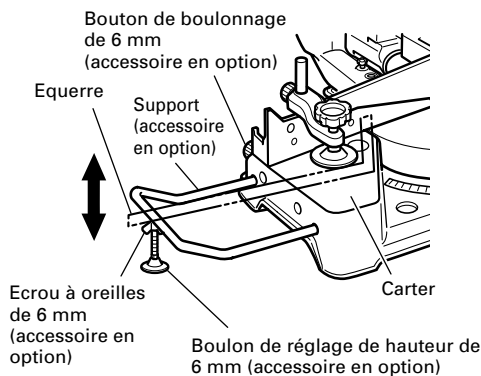

Fig. 13
(1) Comme indiqué à la Fig. 13, utiliser une équerre en acier pour aligner le bord supérieur des supports sur la surface du socle.